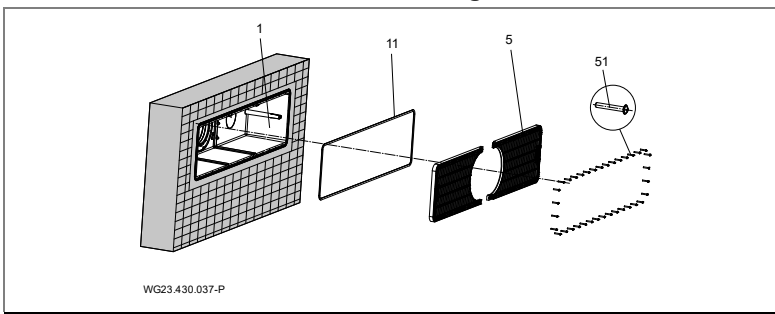

Abb. 8
Für die Abdichtung zur Betonwand wird empfohlen, einen umlaufenden Ring aus Epoxidharz/Quarzsand an der beckenseitigen Außenwand des Gehäuses (1) zu erstellen. Siehe "Abb. 8" auf Seite 24